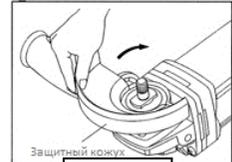

Рис.2
**Вариант А.** Кожух крепится винтом. Установите защитный кожух на посадочную поверхность электроинструмента так, чтобы кулачки кодирования кожуха совпали с посадочной поверхностью. Затем проверните кожух на 180° по часовой стрелке или против часовой стрелки (Рис.2).